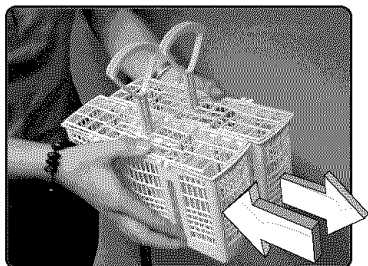

Figure 39/Ilus. 39
1. Grasp the basket as shown in Figure 39, and slide the two halves in opposite directions, as shown in Figure 39.
1. Saisir le panier comme à la figure 39 et faire glisser les deux moitiés dans les directions opposées, figure 39.
1. Agarre la canasta como muestra la Ilustración 39, y deslice los dos lados en direcciones opuestas, tal como muestra la Ilustración 39.